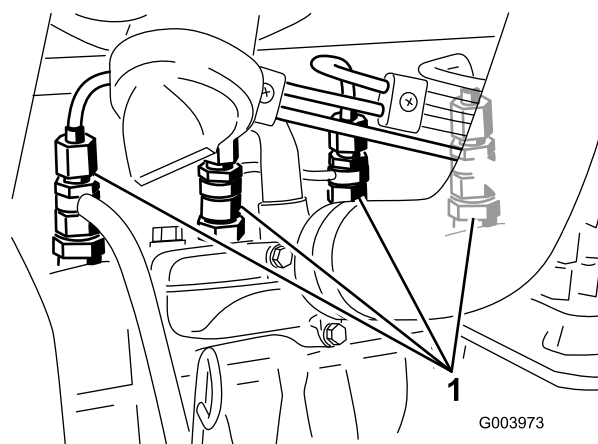

Figura 32
1. Liberte a tubagem que se encontra ligada ao injetor nº 1 e à estrutura de suporte da bomba de injeção (Figura 32).